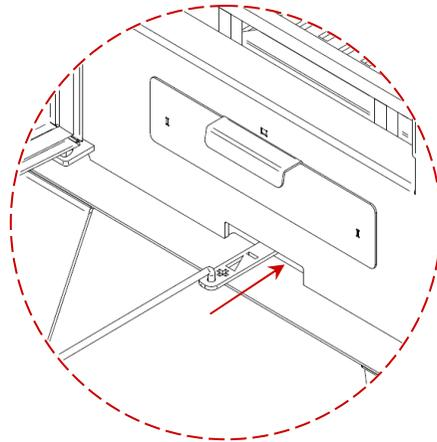

Figura 21 - Regulador de aire en posición de aire primario cerrado
- Después del encendido, y para una buena combustión, el regulador debe estar en (-), como se puede ver en la Figura 21.